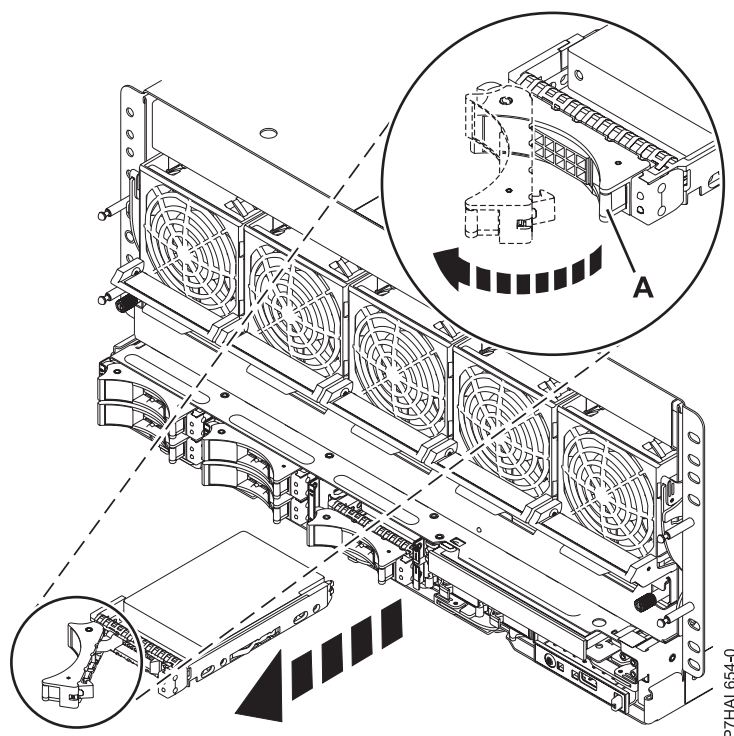

Figura 33. Extracción de una unidad de disco del sistema
1. En el sistema, desbloquee el asa de la unidad ejerciendo presión y tirando de ella hacia usted, como se muestra en la Figura 33 en la página 53.